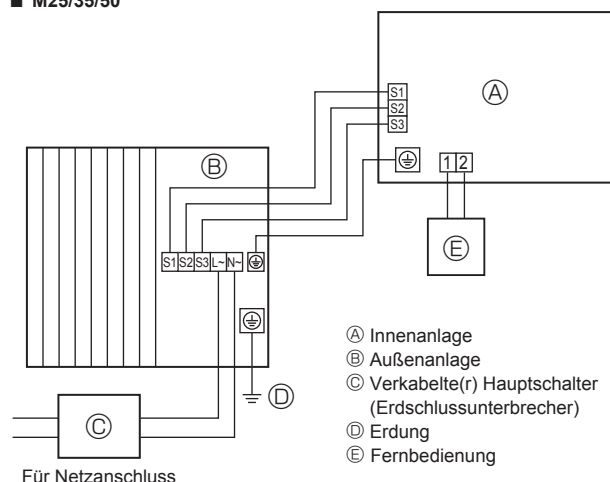
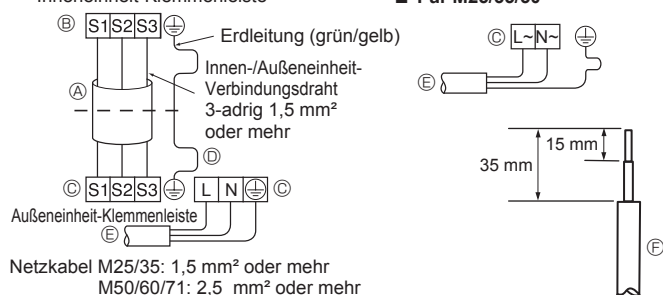
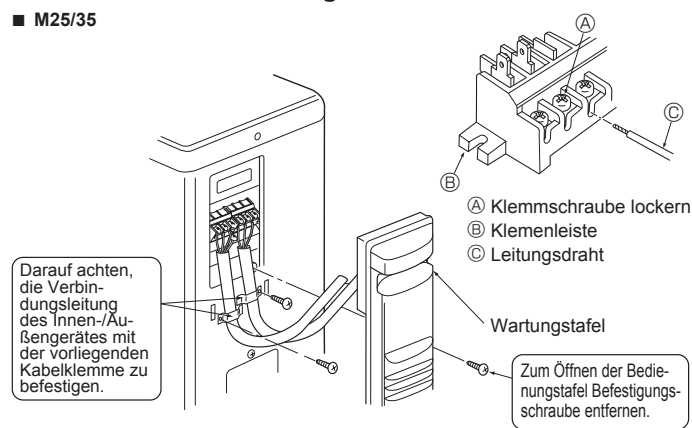

Fig. 6-1
Fig. 6-2
Fig. 6-3
6.1. Außeneinheit (Fig. 6-1, Fig. 6-2, Fig. 6-3, Fig. 6-4, Fig. 6-5)
- ① Die Wartungstafel entfernen.
- ② Die Kabel wie in den Fig. 6-1, 6-2, 6-3, 6-4 und 6-5 gezeigt verlegen.
- Verdrahtung wie in der Abbildung links unten dargestellt vornehmen. (Kabel ist vor Ort zu beschaffen) (Fig. 6-2)
- (A) Anschlußkabel
- (B) Inneneinheit-Klemmenleiste
- (C) Außeneinheit-Klemmenleiste
- (D) Achten Sie darauf, daß das Erdungskabel länger ist als die anderen, spannungsführenden Kabel.
- (E) Netzkabel für die Stromversorgung
- (F) Leitungsdraht